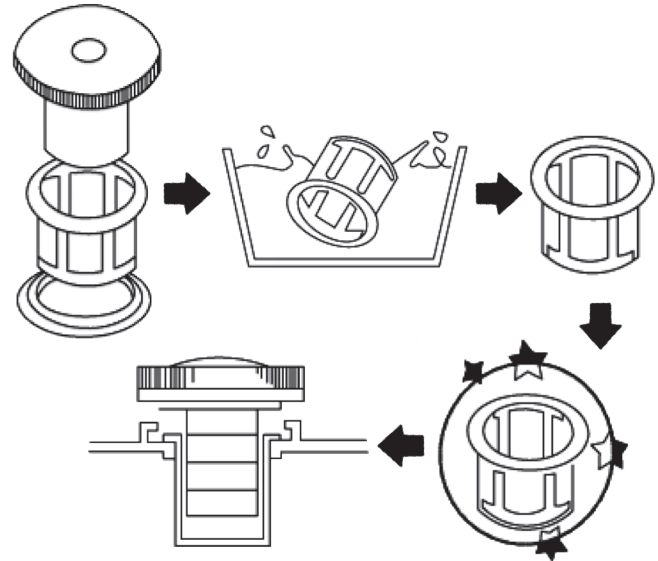

Рис. 25
- Очистка топливного фильтра (Рис. 25).